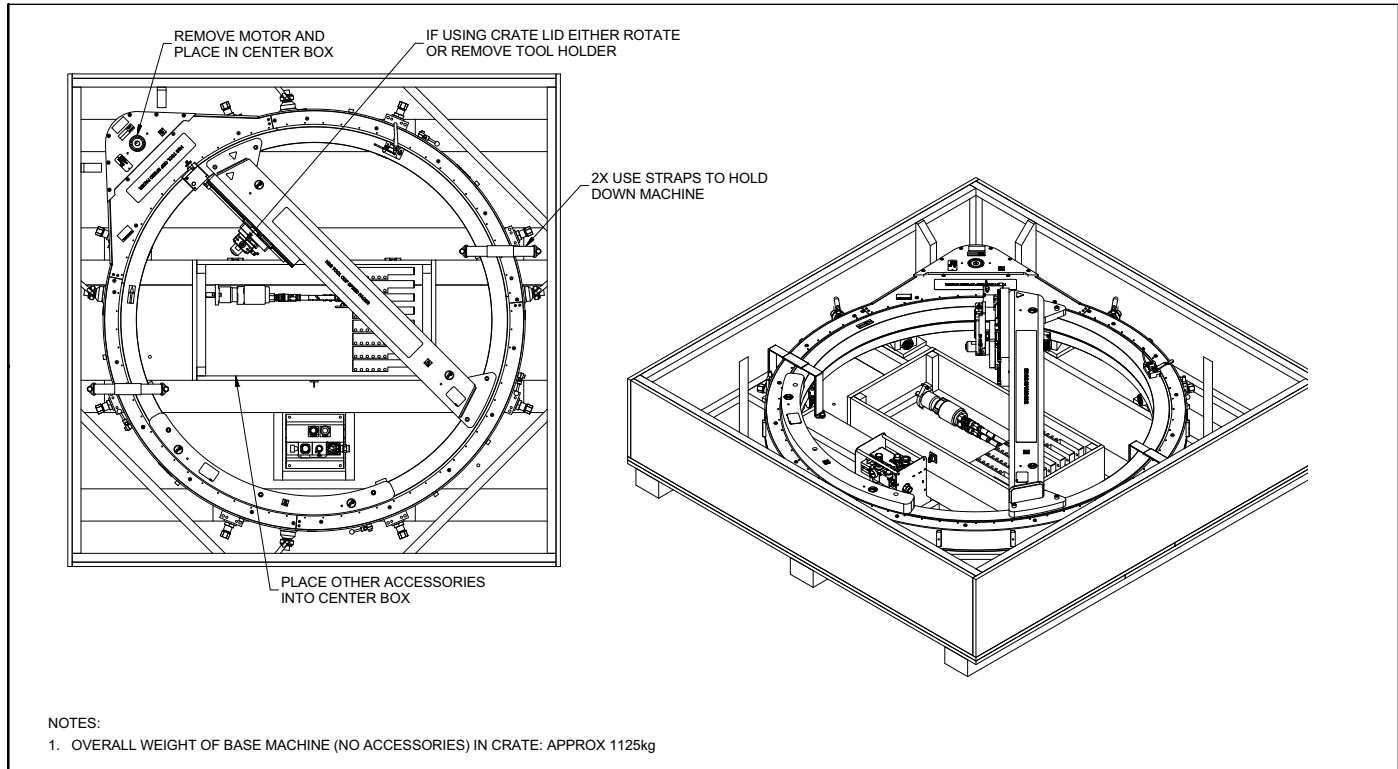

ABBILDUNG 6-1. ODF60 TRANSPORTKISTE
7. Lagern Sie die ODF60 Flanschdrehmaschine in ihrem Original-Transportbehälter (siehe Abbildung 6-1).
Die ODF60 Flanschdrehmaschine kann in ihrem original Transportbehälter transportiert werden, wie es in Abbildung 6-1. gezeigt wird.